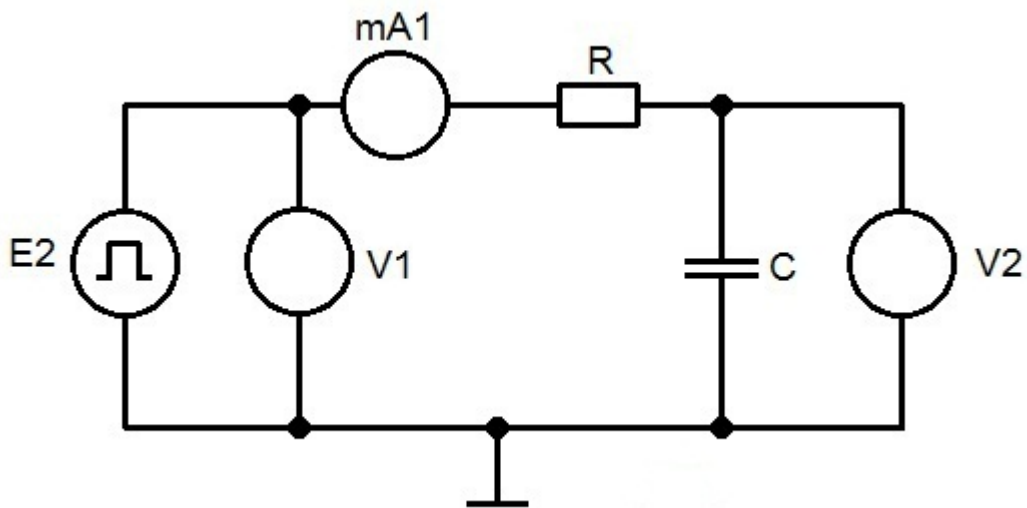

Рис. 1. Интегрирующая RC-цепь
1. Собрать схему интегрирующей цепи с рекомендованными R и C (рисунок 1). Пригласить преподавателя проверить схему.
3. Получить осциллограммы входных импульсов V1, импульсов на конденсаторе V2 и тока в цепи mA1(рисунок 1).
4. Повторить п.3, включив в схему (рисунок 1) другой резистор R номиналом в 2 – 4 раза меньше рекомендованного при неизменном конденсаторе. Сохранить изображение на экране (осциллограммы) с визирными линиями, положение которых соответствует определению « τ ».
5. Повторить п.3, включив в схему (рисунок 1) другой конденсатор C в 2 – 10 раз меньше рекомендованного при резисторе равном 1кОм.